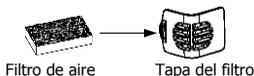

Fig. 11-1
(1) Ponga el filtro de aire a la tapa del este, como se muestra en la Fig. 11-1.